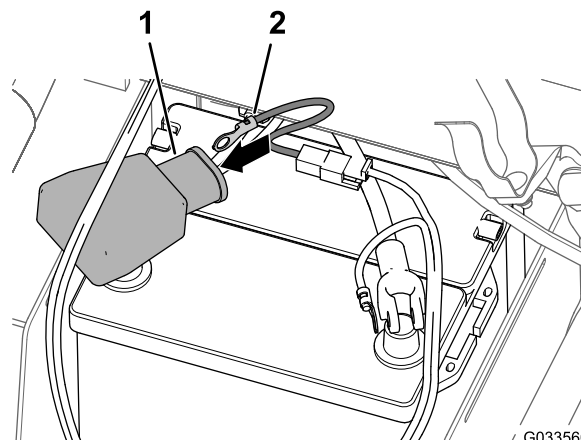

Figura 29
4. Alinhe o terminal de anel da ligação do fusível (cablagem do pulverizador) através da tampa larga da bateria como se mostra na Figura 29.